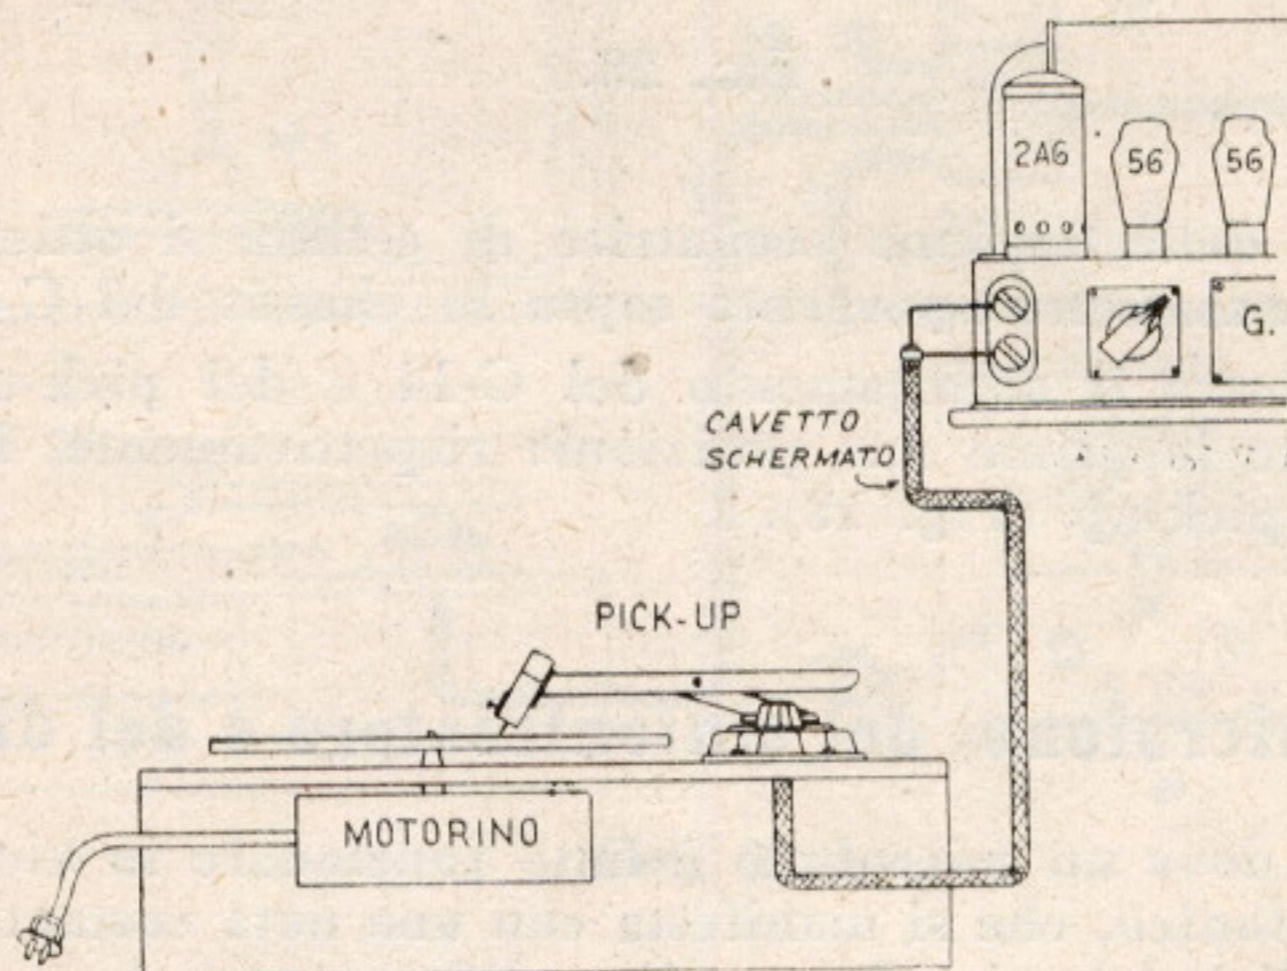

FIG. 27.
1. — Il collegamento del pick-up all'amplificatore si effettua sempre con cavetto schermato. Il pick-up Geloso è appunto munito di cavetto schermato in calza di rame, di cui il filo interno è il collegamento diretto alla griglia (morsetto superiore di entrata degli amplificatori G-10 A - G-28 - G-25), e la calza è il collegamento di massa (Fig. 27).